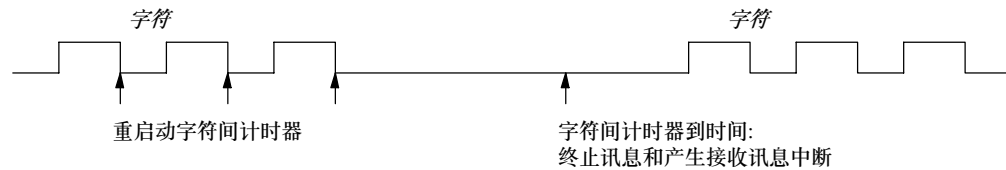

图6-12 使用字符间计时器以终止接收指令
2. **字符间计时器:** 字符间时间是从一个字符的结束(停止位)到下一个字符的结束(停止位)的时间。如果字符之间的时间(包含第二个字符)超出在SMW92或SMW192中指定的毫秒数, 接收讯息功能终止。字符间计时器在接收到每个字符时重新启动。参见图6-12。